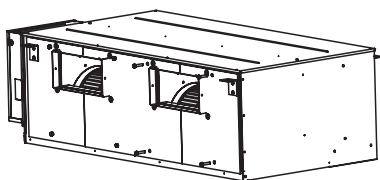

Рисунок 10.3
- 4) Выверните 4 винта M8 из передней панели кондиционера. (Рисунок 10.3)